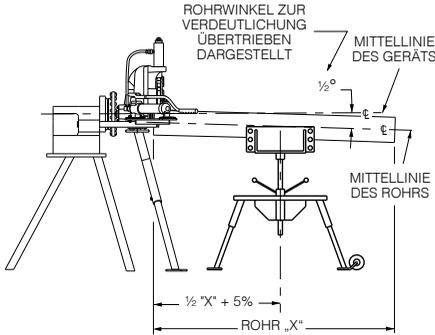

ABBILDUNG 1
- **Abbildung 1 unten zeigt den verstellbaren Victaulic-Rohrständer (VAPS 112). VAPS 112 ist für Rohrgrößen von ¾ – 12" geeignet. Ebenfalls erhältlich ist das Victaulic-Modell VAPS 224, das für Größen von 2 – 24" geeignet ist. Siehe „Zubehör“.**
1. Platzieren Sie den Rohrständer in einem Abstand zum Werkzeug, der etwas über der halben Rohrlänge liegt. Siehe Abbildung 1.
3. Stellen Sie die Höhe des Rohrständers so ein, dass das Rohr ca. ½° unter der Waagerechten ist. Siehe Abbildung 1. Das Rohr muss in seiner Position auf der unteren Rolle des Werkzeugs sein, wenn die Ausrichtung unter der Waagerechten überprüft wird.